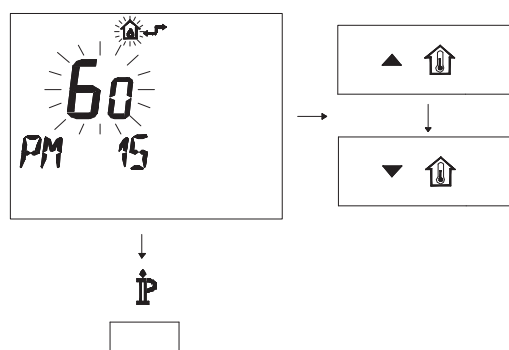

Рисунок 5.26
- Изменяйте заданное значение посредством кнопки   или   до появления заданного значения 60, подождите, пока заданная цифра не начнет мигать (Рисунок 5.26).